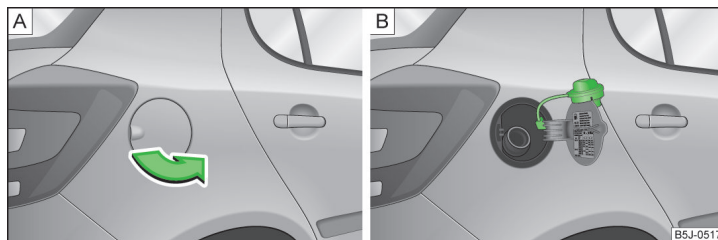

Fig. 123 Abrir la tapa del depósito / tapón del depósito
En el lado interior de la tapa del depósito de combustible se indican los tipos de combustible prescritos para su vehículo » fig. 123 de la página 140 - B.
- Abra la tapa del depósito de combustible con la mano » fig. 123 - A.
- Desenrosque hacia la izquierda el tapón de cierre del depósito y colóquelo desde arriba en la tapa del depósito » fig. 123 - B.